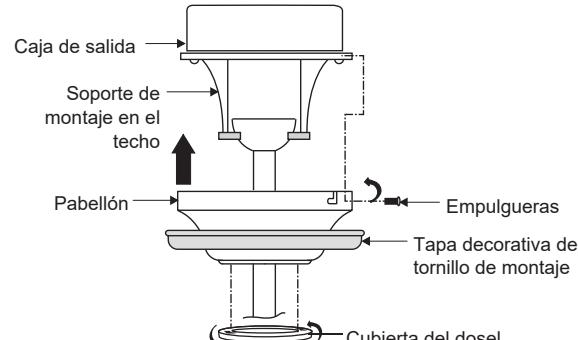

Fig. 15
**Paso 2.** Deslice el dosel hacia el techo y fije el dosel al soporte de montaje del techo con 4 tornillos en el borde superior del soporte de montaje. Inserte cada tornillo a través del orificio de montaje del dosel y en el soporte de montaje. Deslice la cubierta del dosel hasta el dosel y gire en sentido horario hasta que quede apretado. Apriete todos los tornillos de forma segura. (**Fig. 15**)